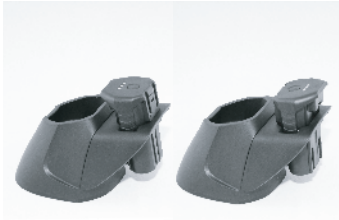

Abb. 27
1. Den Akku wie abgebildet (Abb. 27) mit den Kontakten nach unten einlegen. Beide Einlegeorientierungen sind möglich.